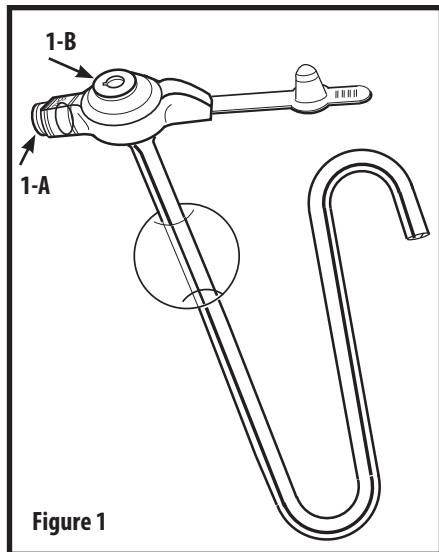

Figure 1
2. Bruk den 6 ml Luer slip-sprøyten som medfølger settet, fyll ballongen med 5 ml steril eller destillert vann gjennom ballongporten (Fig 1-A).
4. Bruk en 6 ml Luer slip-sprøyte for å skylle vann gjennom jejunporten (Fig 1-B) for å bekrefte åpenhet.